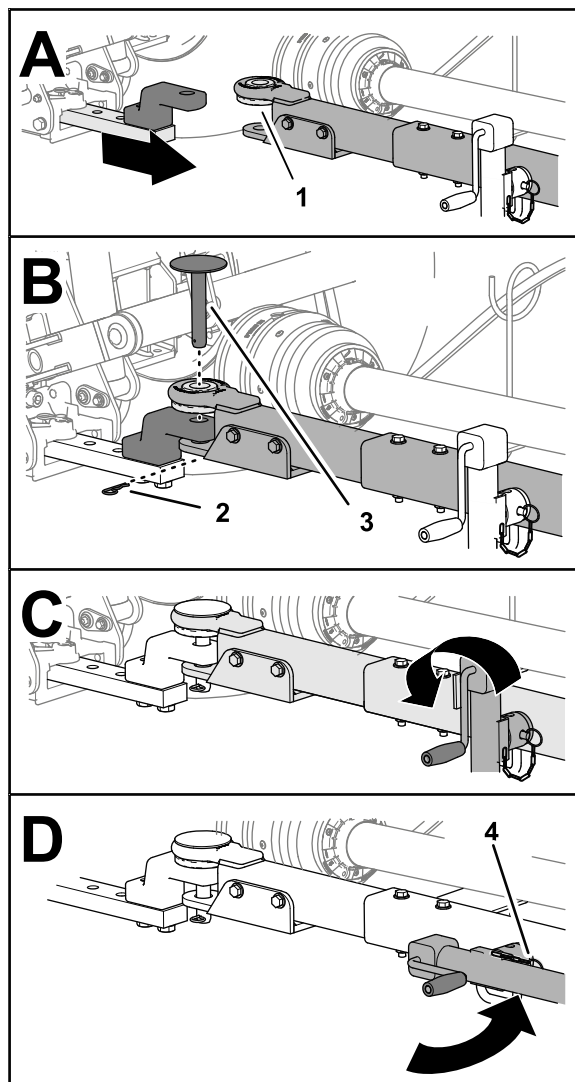

Bild 29
- Wenn Ihr Mäher über eine Bolzen-Deichsel verfügt, stecken Sie den Kupplungsstift durch die Löcher in der Deichsel und Zugstange und sichern Sie den Stift mit dem Splint (Bild 29).
6. Heben Sie den Deichselheber vollständig an (Bild 29).
7. Entfernen Sie den Stift der den Deichselheber an der Deichsel sichert, schwenken Sie den Deichselheber in die horizontale Stellung und sichern Sie den Deichselheber mit dem Stift (Bild 29) an der Deichsel.